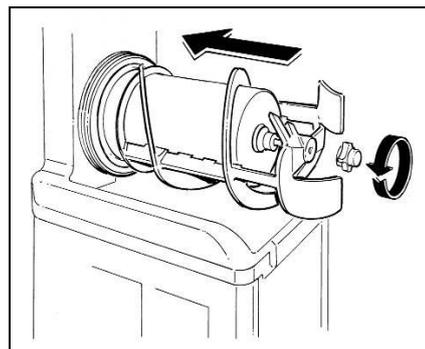

Fig. 8
- **S**vitare il pomello di fissaggio nel senso della freccia (filettatura sinistra) e procedere all'estrazione del gruppo di miscelazione e delle guarnizioni di tenuta (fig.8).